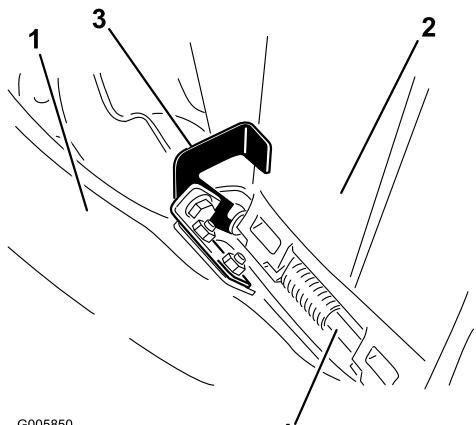

Bild 15
- Haken Sie oben am Auswurfkanal den hakenförmigen Riegel um die Gelenkstange am Ablenkblech, siehe Bild 15.